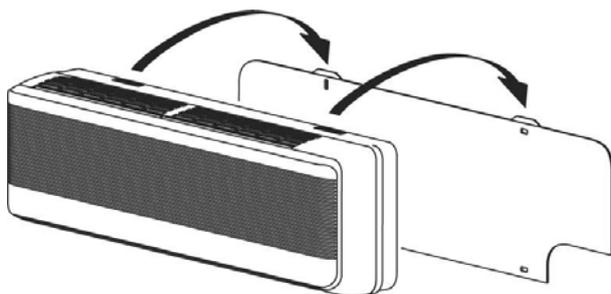
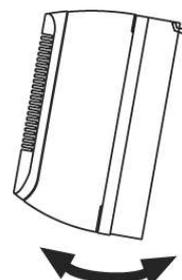

Fig.10
Fig.11
- Agganciare l'unità alla parte superiore della piastra (fig. 10) in modo che la parte inferiore sia libera e sollevabile (fig. 11).